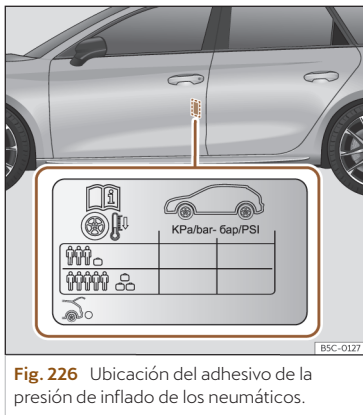

Fig. 226 Ubicación del adhesivo de la presión de inflado de los neumáticos.
- Adapte la presión de los neumáticos a la carga que lleva el vehículo >>> **fig. 226**.
Los valores de la presión de inflado se indican en la etiqueta adhesiva situada en la zona posterior del marco de la puerta delantera izquierda >>> **fig. 226**.
La presión de los neumáticos se debe adaptar a la carga actual del vehículo. Si el vehículo va a ir cargado al máximo, debe aumentar la presión de inflado al valor máximo de carga indicado en la etiqueta adhesiva >>> **fig. 226**.
En el caso de una rueda de emergencia mini-mizada (125/70 R16 o 125/70 R18), inflar a 4,2 bar de presión según se indica en la etiqueta de presión de los neumáticos >>> **fig. 226**.
- El conductor es responsable de que todos los neumáticos del vehículo estén inflados a la presión correcta. La presión de inflado recomendada viene indicada en un adhesivo >>> fig. 226.
- Con los neumáticos en frío, deberá mantenerse siempre la presión indicada en el adhesivo >>> fig. 226.